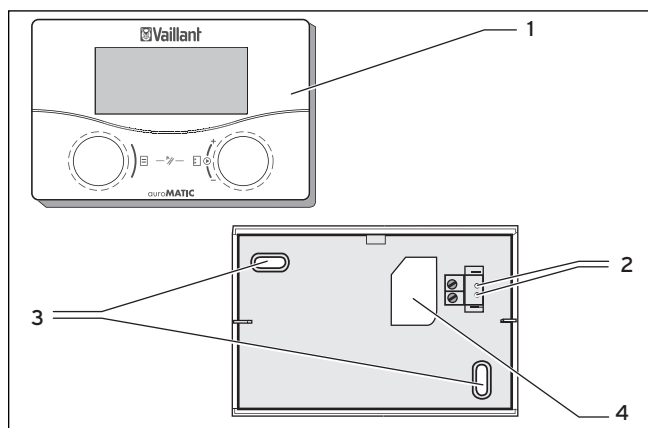

Abb. 3.5 Montage als Fernbediengerät
- Bringen Sie zwei Befestigungsbohrungen (3) für den Wandsockel VR 55 mit Durchmesser 6 mm entsprechend Abb. 3.5 an.
- Führen Sie das Anschlusskabel durch die Kabeldurchführung (4).